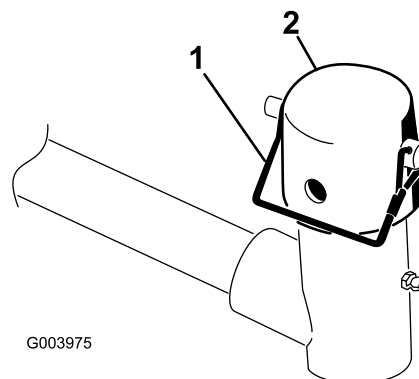

Figura 4
3. En el brazo de elevación de cada una de las unidades de corte, retire el pasador de seguridad que sujeta el tapón a la horquilla de pivote del brazo de elevación y retire el tapón (Figura 4).